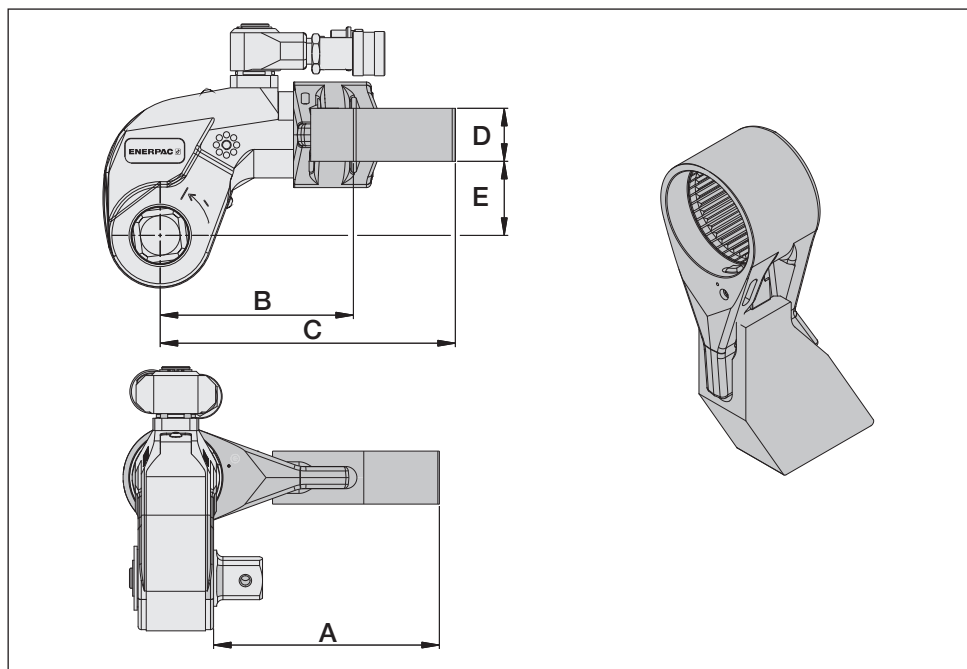

図29
6.3 寸法および仕様、SRSシリーズ延長リアクションアーム (図29)